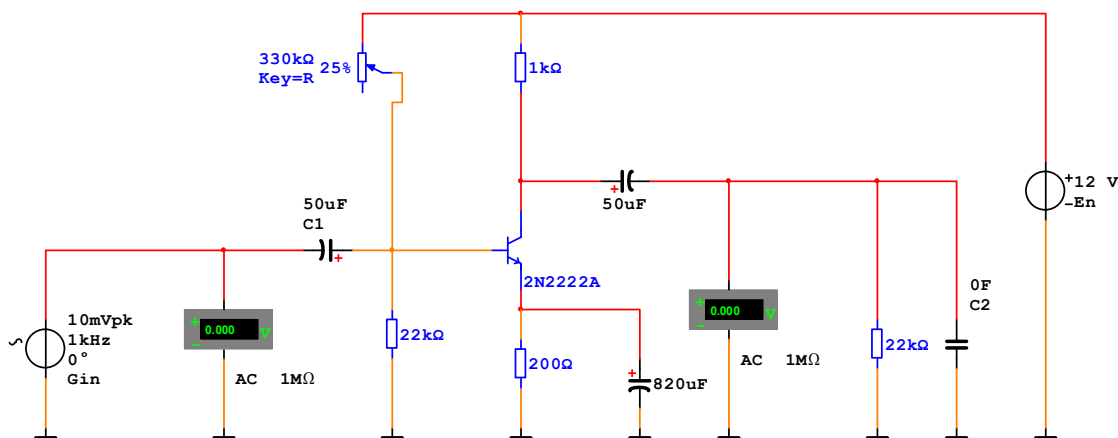

Рис. 6.2.
6.2.5. Измените схему с целью изучения влияния на АЧХ усилителя емкостей разделительных конденсаторов и нагрузки, как показано на рис. 6.2.